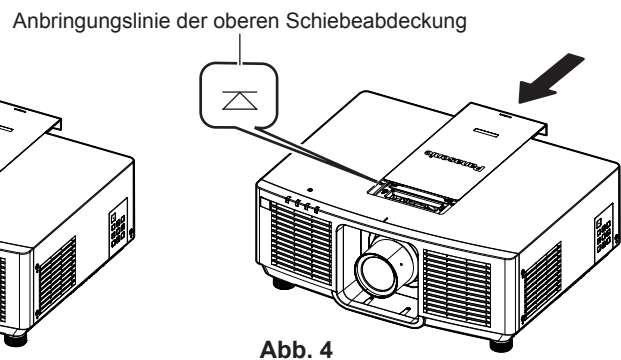

Abb. 4
- 5) **Bringen Sie die obere Schiebeabdeckung an. (Abb. 4)**